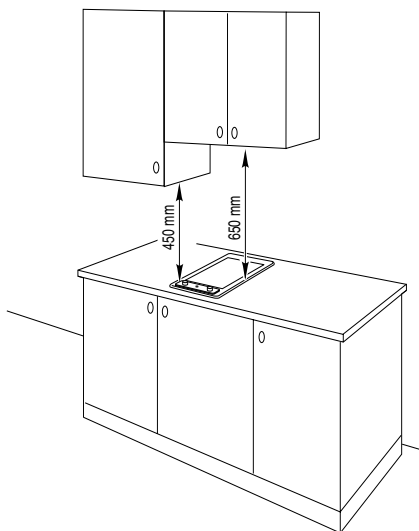

Рис. 6.3
- Расстояние между варочной поверхностью и настенным шкафом или вытяжным колпаком, установленным непосредственно над ней, должно быть не менее 650 мм (Рис. 6.3);